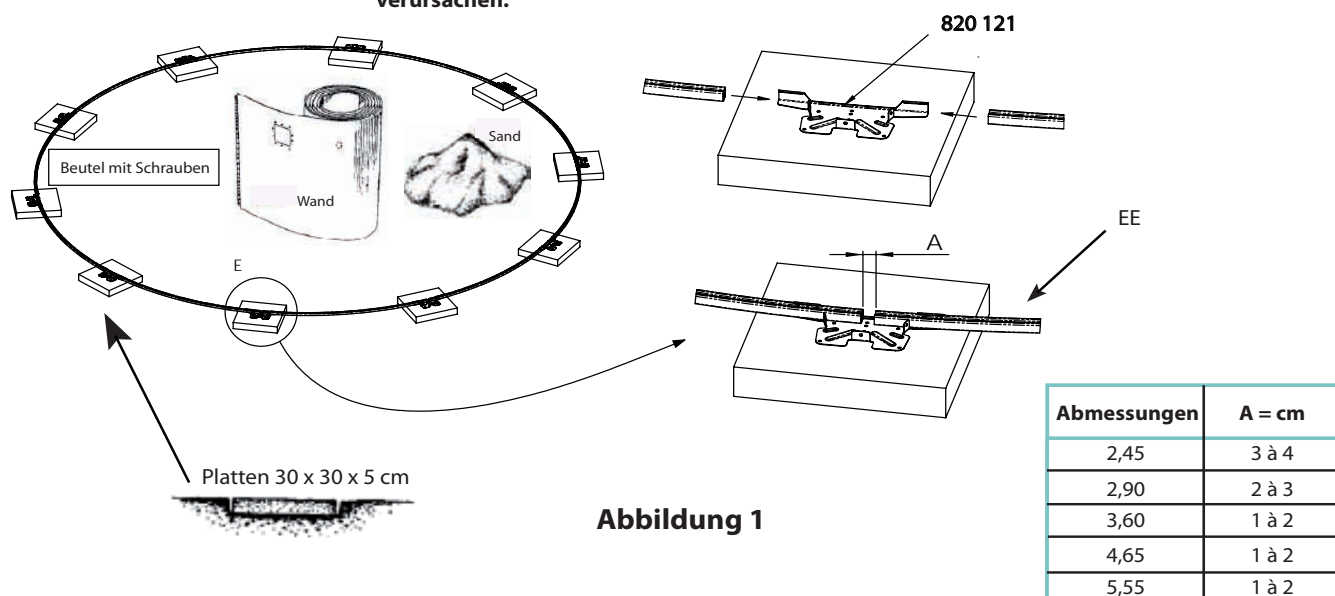

Abbildung 1
Bevor die Montage der unteren Schienen des Beckens (EE), stellen Sie die Wand (JJ), Sand und Schrauben (KK LL, MM) innerhalb der Umrandung. Falls das Schwimmbecken nicht auf einer Betonplatte liegt, stellen Sie eine Platte von ca. 30 x 30 x 5 cm an jedem Verbindungspunkt der unteren Schienen. Diese Platten sind so daß ihre obere Fläche im Erdgeschoss erreicht (Abb. 1). Vorbereiten Sie dickere Platten für Stützstreben.
Wenn die Wand zu lang oder zu kurz ist, die gleichartig mit der Leerräume in den Verbindungsplatten (820.121) zu adjustieren (Abbildung 1).